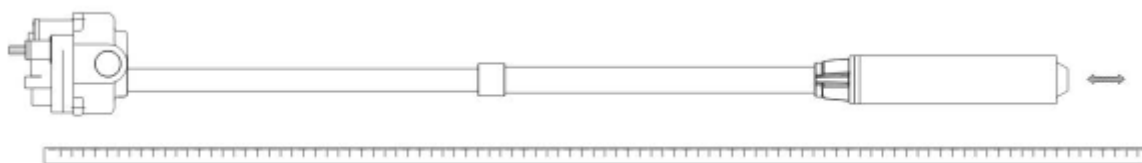

Рисунок 8: Регулировка длины насоса
2. Измерьте расстояние от дна резервуара до верха 4-дюймового стояка, как показано на рисунке 6. Убедитесь, что установленная длина насоса обеспечивает достаточный зазор от входа насоса до дна резервуара (см. Рисунок 8).